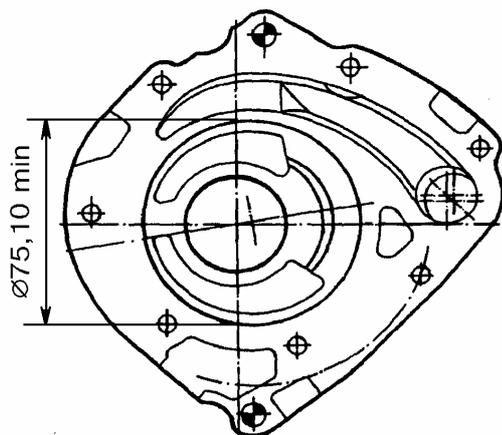

Рис.14. Корпус 2108-1011015 масляного насоса.
3.2.10 Корпус **2108-1011015** масляного насоса (рис.14).